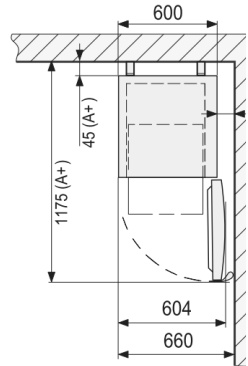

Abb. 3
- Sollte das Gerät in einer Ecke aufgestellt werden, lassen Sie einen seitlichen Abstand von mindestens 6 cm, damit die Gerätetür weit genug geöffnet werden kann, um die Schubladen herausziehen zu können (**Abb. 3**).